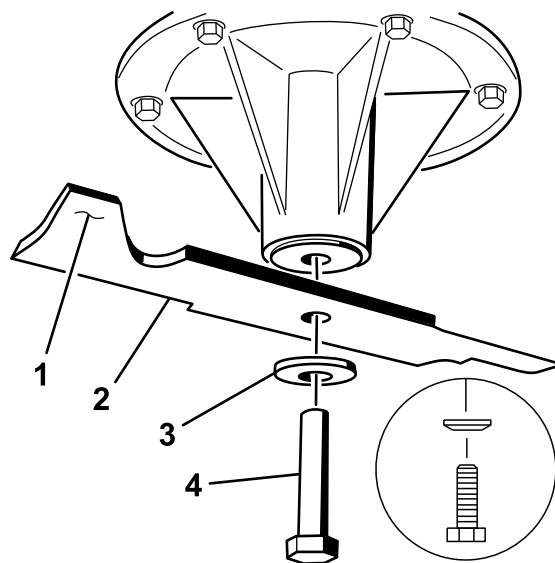

Figura 89
2. Retire el perno de la cuchilla, la arandela curva y la cuchilla del eje (Figura 89).